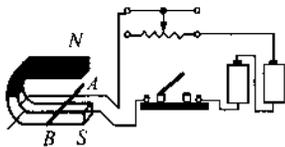

图 15.2-4
**例 1** 如图 15.2-4 所示,当给导体棒  $AB$  通电时,发现  $AB$  向右运动,这说明\_\_\_\_\_ ;若仅把磁体的两极对调会发现  $AB$  向\_\_\_\_\_ 运动,仅把电源的两极对调会发现  $AB$  向\_\_\_\_\_ 运动,把磁体和电源的两极同时对调会发现  $AB$  向\_\_\_\_\_ 运动,这说明通电导体的受力方向是由\_\_\_\_\_ 方向和\_\_\_\_\_ 方向决定的。当把滑动变阻器的滑片向左滑动时会发现  $AB$  的受力将变\_\_\_\_\_ ,把磁体的磁性加强也会发现  $AB$  的受力将变\_\_\_\_\_ ,这说明通电导体的受力大小是由\_\_\_\_\_ 大小和\_\_\_\_\_ 强弱决定的;若将磁铁去掉,再给  $AB$  通电时,发现  $AB$  \_\_\_\_\_ 运动。